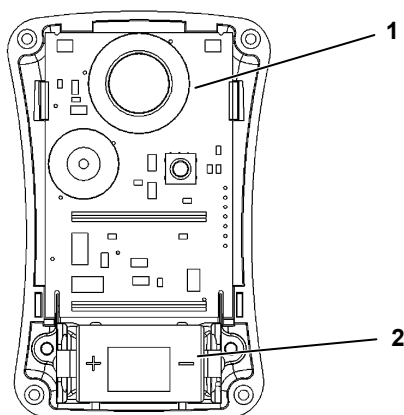

Fig. 9 Sostituzione del sensore e della batteria
- (1) Rimuovere le quattro viti che fissano le due metà del case.
- (2) Rimuovere delicatamente il coperchio anteriore per accedere al sensore (situato nella parte alta dello strumento, vicino ai LED di allarme → Fig. 9).
- (3) Rimuovere il sensore dai supporti.